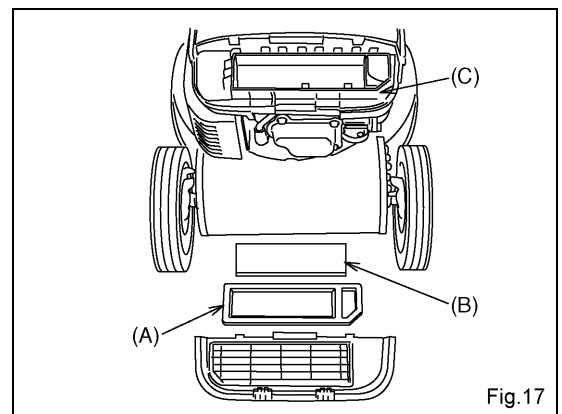

Fig.17
- エアクリーナボディ（C）から濾紙エレメント（A）、スポンジエレメント（B）を取り外して下さい。（Fig.17）
- エアクリーナボディ（C）へまずスポンジエレメント（B）、次に濾紙エレメント（A）の順に取り付けて下さい。（Fig.17）